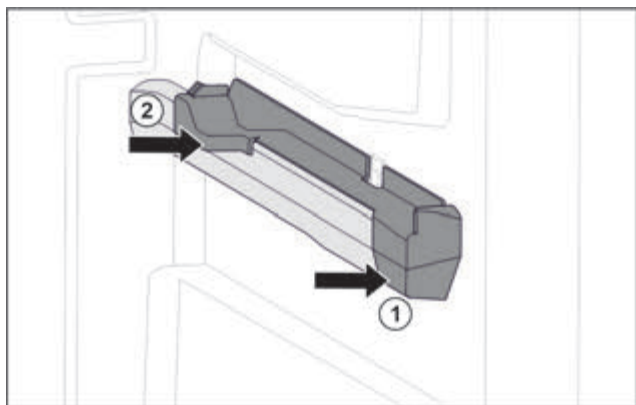

Fig. 104 Вставна частина на правому ребрі для резервуару
- ▶ Одягти вставну частину вперед на ребро резервуару. Fig. 104 (1)
- ▶ Притиснути вставну частину позаду. Fig. 104 (2)